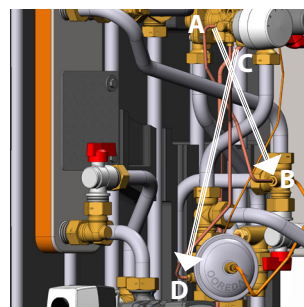

Fig. 4
Eksisterende FJVR + ventil fjernes fra pkt. A. - FJVR genbruges i punkt B. Hullet i konsollen (pkt. A) afproppes med medleverede sorte prop (9). (I samme forbindelse fjernes det eksisterende kapillarrør fra FJVR ventilen til T-stykket (pkt. A til B) og udtaget i T-stykket (pkt. B) afproppes med den medleverede prop (5). Også kapillarrør fra FJVR ventilen til TD-regulatoren afmonteres (pkt. C til D), som vist på fig. 4.